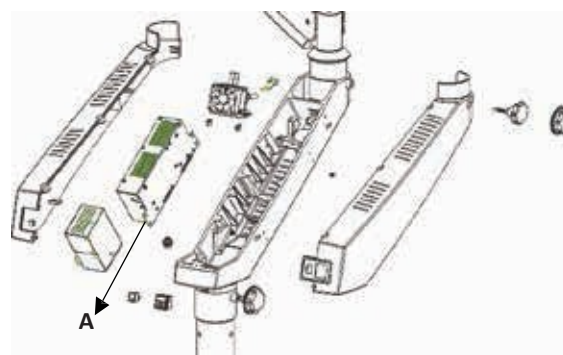

Fig. 12
- Retire las cubiertas del brazo giratorio desenroscando los tornillos de la parte superior e inferior, tal y como se muestra en la fig. 12.
- Desconecte las conexiones de la fuente de alimentación y sustituya el conjunto de iluminación (A) de la fig. 12 por uno nuevo; a continuación, vuelva a conectar las conexiones.